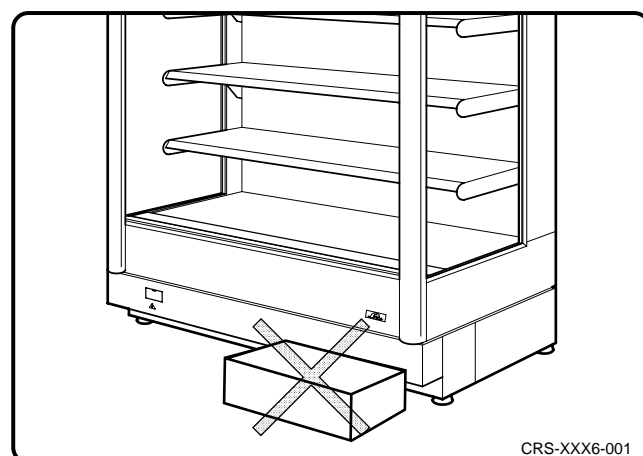

Fig. 4
- No obstruir la zona del zócalo del mural de refrigeración con objetos, como por ejemplo cartones de alimentos (véase la fig. 4).
- Não tape a parte inferior da vitrine com objectos, como, p. ex. embalagens de produtos (ver fig. 4).
- Sokkelgedeelte van de koeling niet afsluiten met voorwerpen, b.v. kartonnen dozen (zie afb. 4).